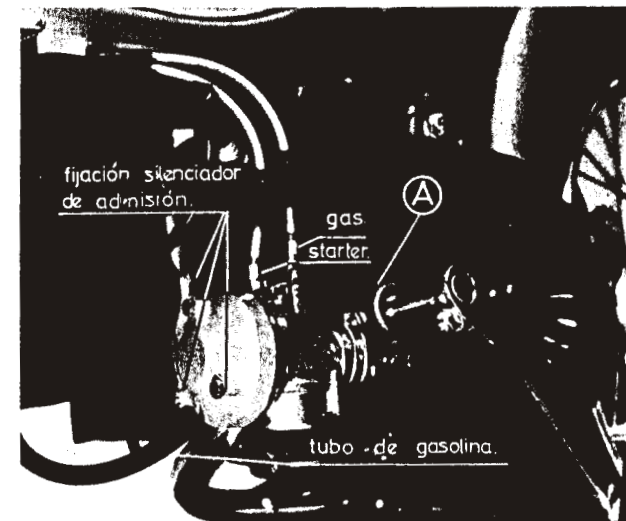

Fig. 2D
Para desmontar el carburador se afloja el tornillo de la abrazadera unión al cárter (A), se inclina ligeramente el vehículo de la parte posterior y se podrán extraer los tornillos de fijación silenciador de admisión y carburador, desconectar el tubo de gasolina y las transmisiones gas y starter (fig. 2D).